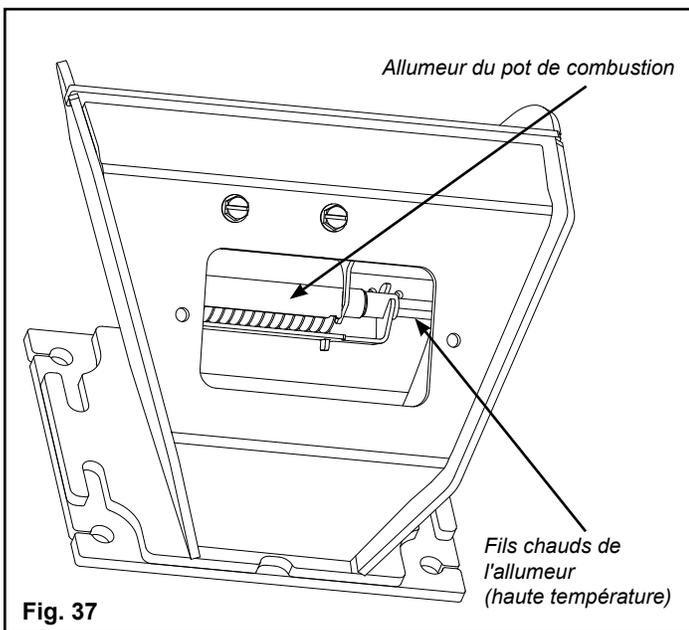

Fig. 37
3. Soulevez le couvercle de nettoyage pour ouvrir la chambre de nettoyage à fond. Fig. 37